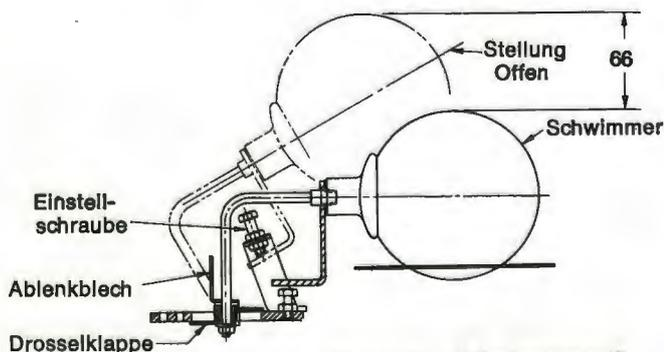

Abb. 7-1 Schwimmerventil
3. Bewege das Schwimmerventil von Hand. Es muß sich leicht und frei über seinen gesamten Arbeitshub bewegen lassen. (Siehe Abb. 7-1, Schwimmerventil.)